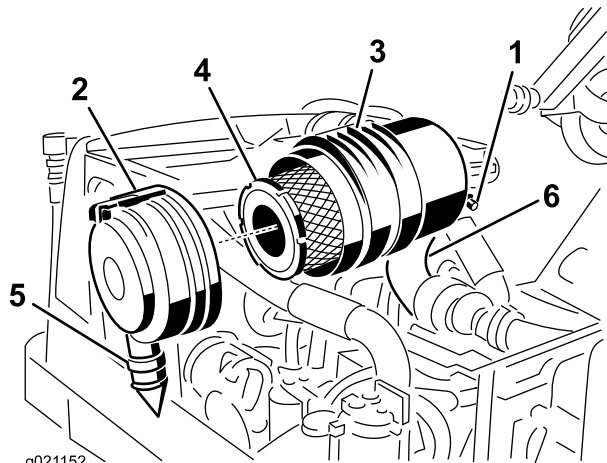

図 57
1. ラッチを引いて外し、カバーを左にひねってボディーからはずす 図 57。
2. 主フィルタを外す 図 57。
4. 主フィルタを交換する 図 57。
8. アウトレットバルブが下向き後ろから見たとき、時計の5:00と7:00の間になるようにカバーを取り付ける 図 57。